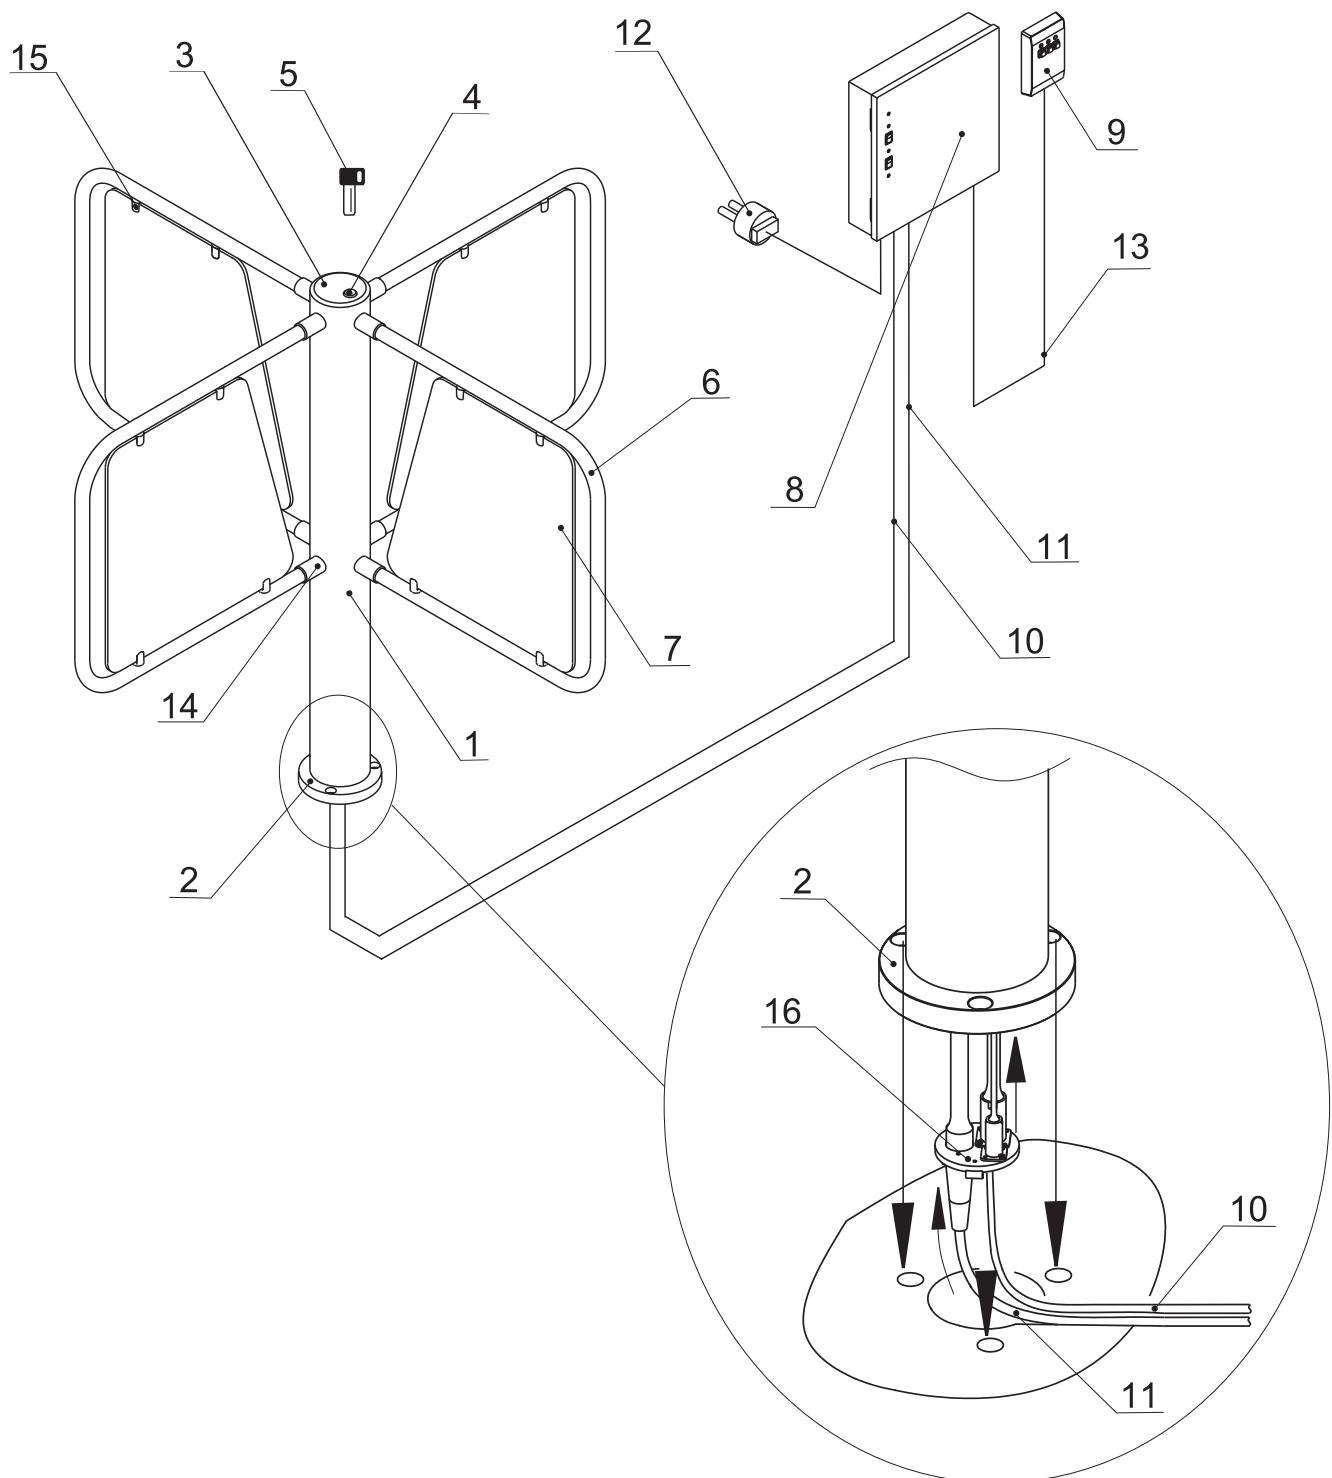
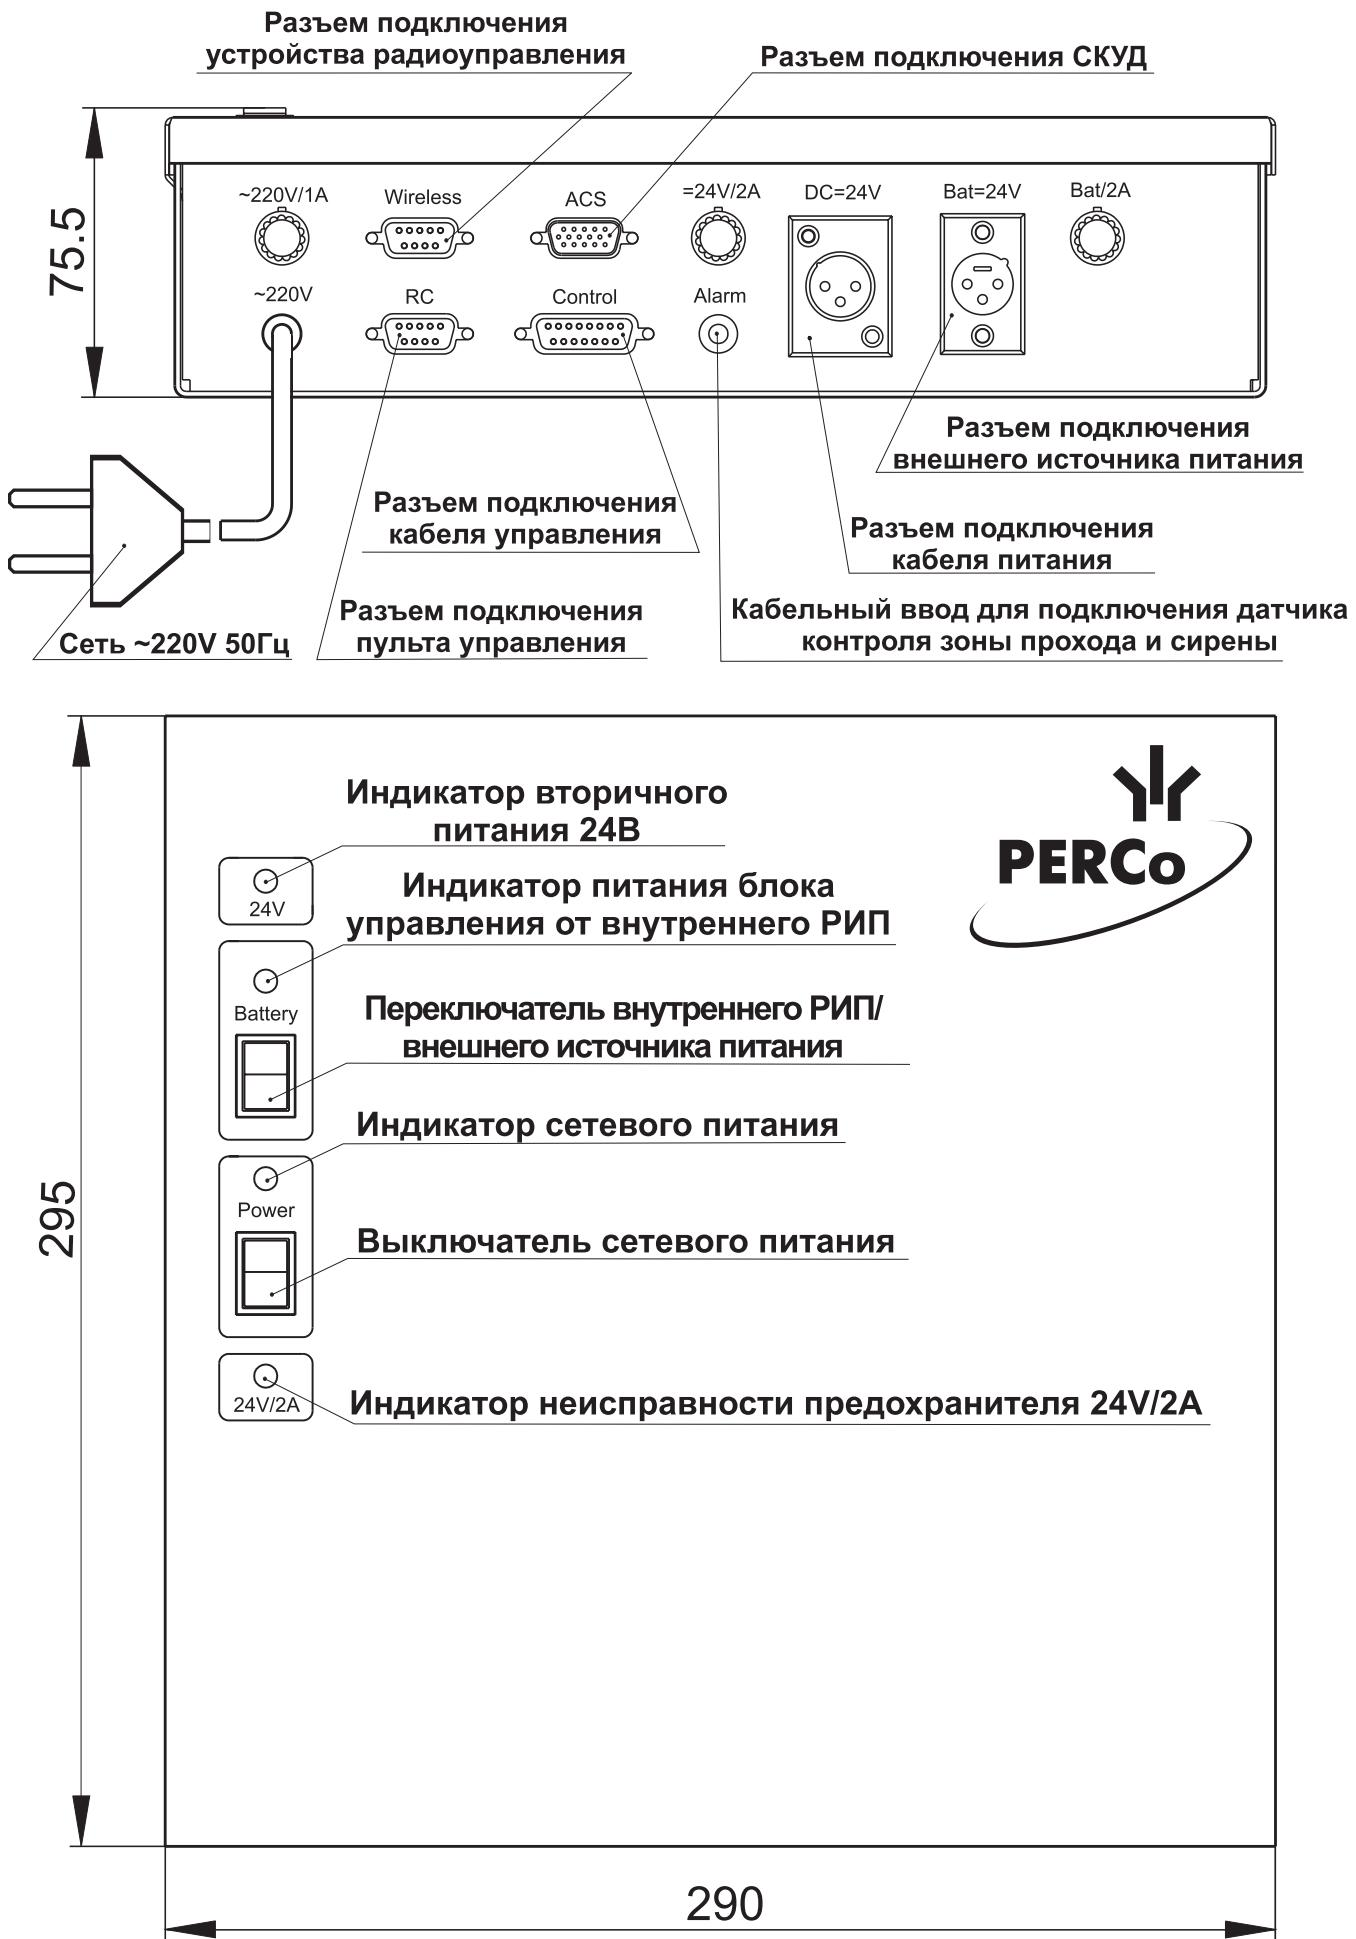

Рис. 1. Общий вид турникета
Рис. 3. Блок управления
Общий вид турникета показан на рис. 1
Номера позиций в тексте настоящего Руководства по эксплуатации указаны в соответствии с рис. 1, кроме оговоренных особо.
5.2.2. Пульт управления (9) выполнен в виде небольшого настольного прибора в корпусе из ударопрочного АБС пластика и предназначен для задания и индикации режимов работы при ручном управлении турникетом. Пульт управления подключается к блоку управления гибким многожильным кабелем (13) через разъем «RC» (см. рис. 3).
5.2.3. Блок управления (8) (см. рис. 1 и рис. 3) предназначен для электропитания узлов турникета и реализации алгоритма управления. Он выполнен в виде отдельного прибора в закрытом металлическом корпусе, обеспечивающем настенное крепление с антисдергивающей фиксацией. Возможно настольное применение блока управления.
На лицевой панели блока управления (см. рис. 3) расположены:
Подключение СКУД производится с помощью кабеля к разъему «ACS» блока управления (см. рис. 3). Назначение контактов разъема «ACS» блока управления показано на рис. 4. Кабельный разъем (розетка кабельная DBH-15F) находится в комплекте ЗИП.